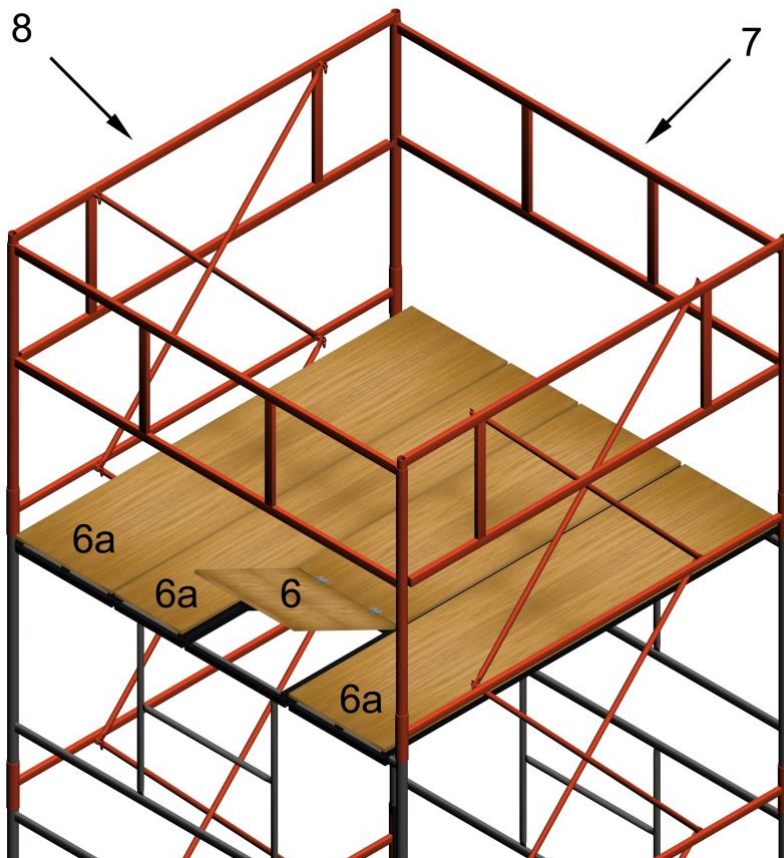

*рис.2*
3.6. Используя флажковые замки, соединить гантели (4) и базы (1) стяжками (5) (рис.2).